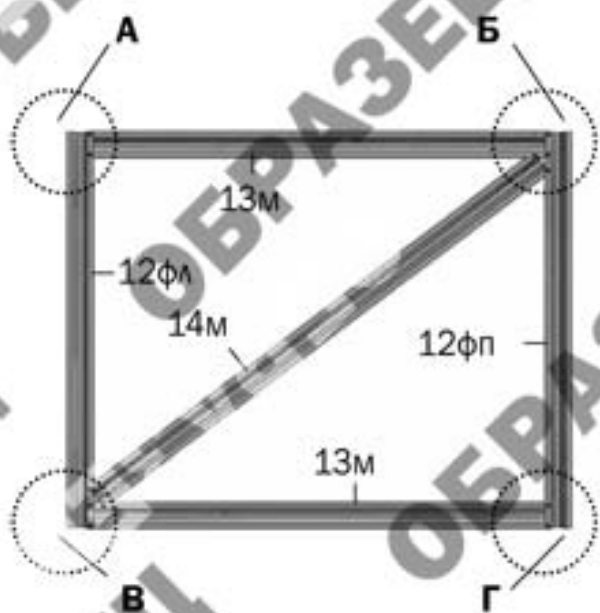

Рис. 13
детали **12...14** (дверь и форточка) - см. **Рис.13,14**
2. Первоначально надо раскроить лист покрытия для торцов. Для этого соберите двери, форточки (**рис.13, рис.14**) и половину торца из деталей дуг **4ВК, 4НК** и прямолинейных деталей **1, 8П, 11-1, 11-2П, 21П, 9-1П, 9-2П**, временно закрепив загнутые концы деталей **11-2** на отверстия дуги. Не снимая защитной пленки с поликарбоната, разметьте места расположения деталей на листе покрытия в соответствии с **рис. 3 и рис. 4**